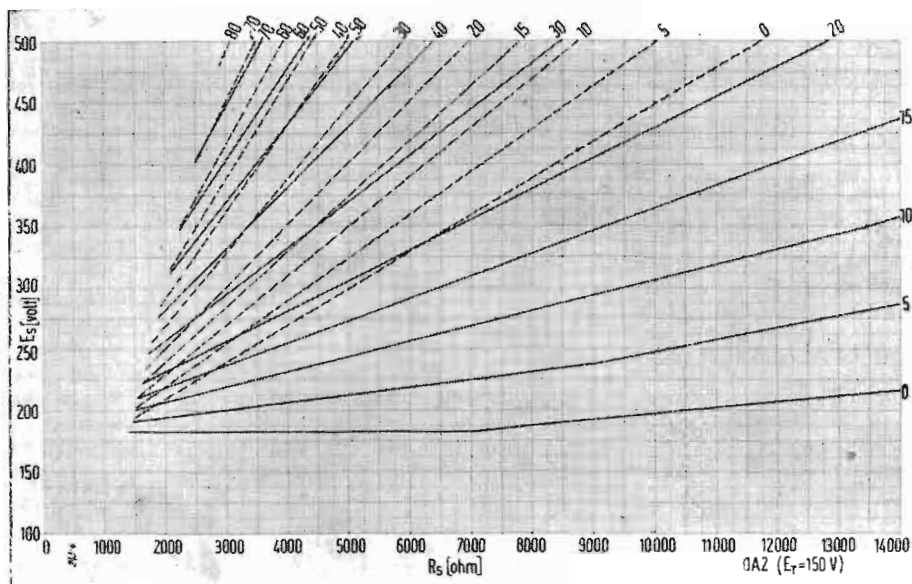

Fig. 2. - Nomogramma per il tubo OA2.
**Soluzione:** Si segni il punto (sul nomogramma di fig. 2, relativo al tubo OA2) corrispondente a  $E_s = 300$  V e  $R_s = 5000$  ohm e si interpoli tra le linee a tratto pieno. La massima corrente di carico risulta circa 19 mA.